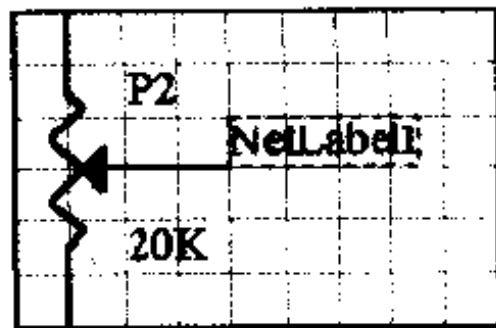

图 2-54 放置在图纸中的网络标号
(1) 首先选择 View > Toolbars > Wiring Tools,弹出 Wiring Tools 工具栏,单击工具栏中的  按钮,选择绘制导线的工具;然后在图纸中单击并拖动鼠标,在需要放置网络标号的位置绘制导线。
(2) 单击 Wiring Tools 工具栏中的  按钮,选择放置网络标号的工具,此时鼠标箭头变为十字光标,并出现一个随光标移动的虚线方框。
(3) 将光标移动到需要放置网络标号的位置单击,即可放置网络标号,此时鼠标箭头仍然是十字光标,可以继续在其他位置单击,放置网络标号。
(4) 在适当位置放置了所需要的网络标号后,按 Esc 键或者右击鼠标,即可退出放置网络标号的工作状态。放置在图纸中的网络标号如图 2-54 所示,此时网络标号的名称为默认值 NetLabel1, NetLabel2 等。